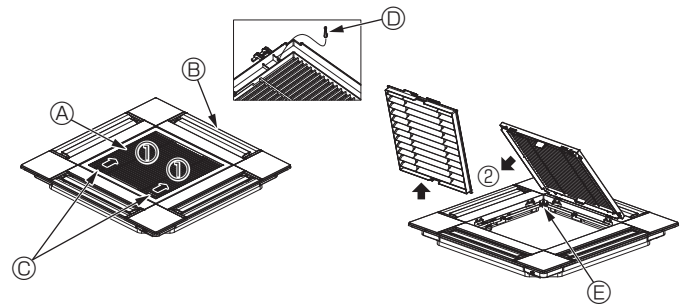

Fig. 10-3
- ① Unidade principal
② Teto
③ Medidor (Acessório)
④ Dimensões da abertura do teto
10.2.1. Remoção da grelha de admissão (Fig. 10-3)
- Faça deslizar as alavancas na direção indicada pela seta ① para abrir a grelha de admissão.
- Com a grelha de admissão na posição de “aberta”, retire a dobradiça da grelha de admissão da grelha tal como indicado pela seta ②.
- ① Grelha de admissão
② Grelha
③ Alavancas da grelha de admissão
④ Gancho da grelha
⑤ Orifício para o gancho da grelha